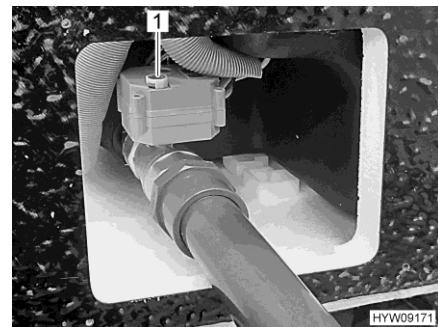

Bild 158 Handrad (Abwasserhahn)
- Zum Öffnen des Abwasserhahns Handrad (Bild 158,1) nach oben ziehen und entgegen dem Uhrzeigersinn bis zum Anschlag drehen. Die Drehrichtung (O für Öffnen, S für Schließen) ist auf dem Handrad gekennzeichnet.
- Zum Schließen des Abwasserhahns Handrad (Bild 158,1) nach oben ziehen und im Uhrzeigersinn bis zum Anschlag drehen.